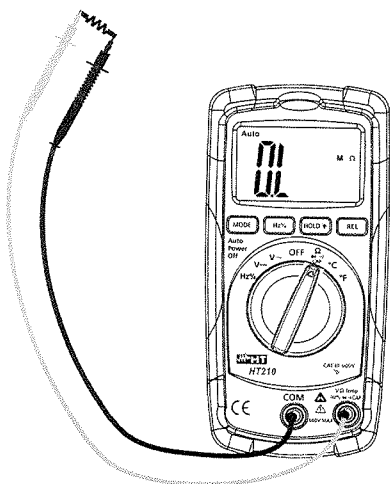

Abb. 4: Widerstandsmessung und Durchgangsprüfung
2. Verbinden Sie die Messleitungen wie folgt: die rote Messleitung in die Buchse $V\Omega\text{TempHz}\%CAP \rightarrow \text{}$ und die schwarze Messleitung in die **COM** Buchse (s. Abb. 4)